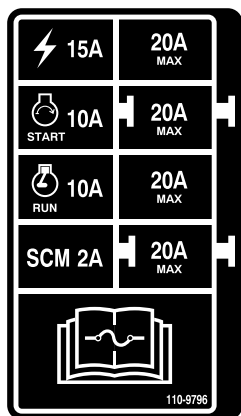

图 40
**重要事项** 如果您需要更换保险丝请始终使用与替代掉的保险丝相同类型和相同额定电流强度的保险丝否则可能损坏电气系统。请参阅保险丝旁边的标贴了解各个保险丝及其安培的布线图图 40。